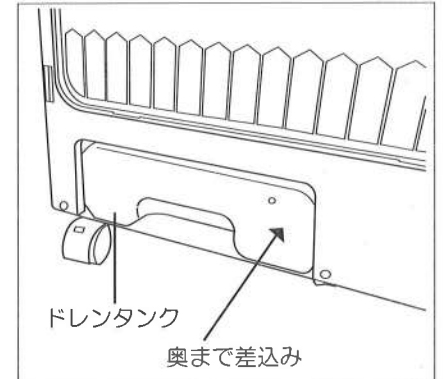

図9
- ①本機下部のドレンタンク受けに、付属品のドレンタンクを差し込んであります。(図9参照)
- ②本機のタンク容量は、約2.8 Lです。急激に除湿水が溢れ出ないように、タンク側面の上部に丸穴があいています。除湿水が流れ出る前にタンクを引き出し、溜まった水は早めに捨ててください。